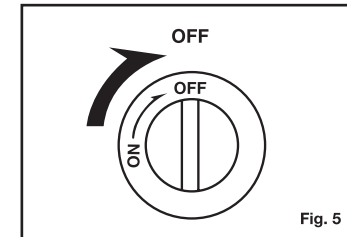

Fig. 5
- Après l'utilisation, mettez le bouton d'allumage en position "OFF" (éteint) et vérifiez l'extinction de la flamme (Fig.5).